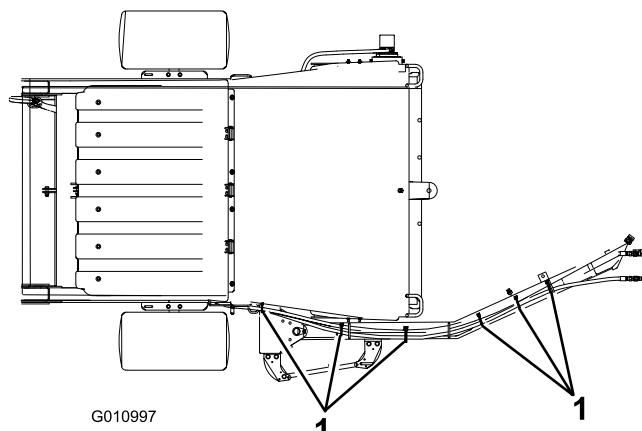
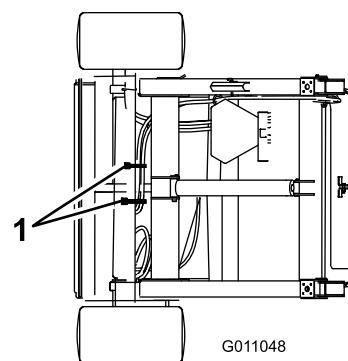

Figura 11
Figura 12
2. Fixe as mangueiras hidráulicas e a cablagem conforme ilustrado na Figura 11 & Figura 12.